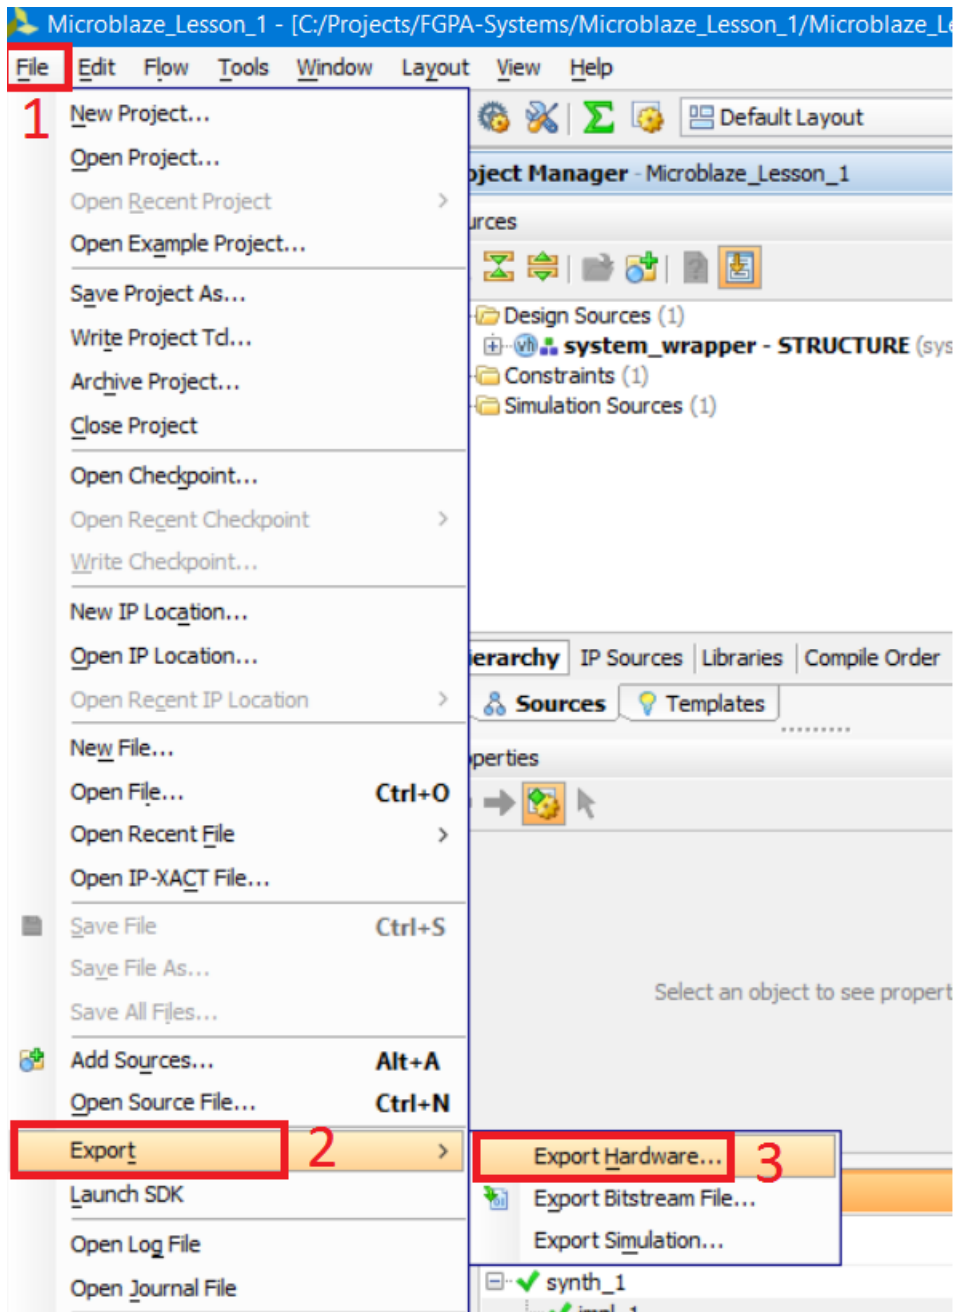

Рисунок 51 Экспорт HW-части проекта в Xilinx SDK
SW-часть (программная) необходима, чтобы «оживить» нашу собранную процессорную систему. Сейчас это просто кусок «железа», который не выполняет никаких действий. Как уже было сказано выше, разработка программной части выполняется в среде Xilinx SDK, которая есть по сути Eclipse с плагинами от Xilinx. Разумеется, что Xilinx уже автоматизировал часть процесса написания программы и подготовил некоторые исходные файлы и библиотеки, так что писать мы будем не «с нуля». Сейчас нам необходимо передать Xilinx SDK информацию об аппаратной «начинке» нашей процессорной системы: какие использованы устройства, какова их конфигурация и адреса и т.д. В общем – выполнить экспорт нашей аппаратной (HW) части. Сделать это можно, выбрав в левом верхнем углу File-Export-Export Hardware (рис. 51)